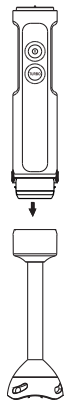

Рис. 1
- Насадку-блендер (1) используйте для приготовления соусов, майонеза, фруктовых пюре, детских смесей, смешивания разнообразных ингредиентов, для переработки фруктов и овощей, содержащих достаточное количество сока.
- Перед установкой насадки-блендера (1) убедитесь в том, что вилка шнура питания не вставлена в электрическую розетку.
- Вставьте насадку-блендер (1) в моторный блок до срабатывания фиксаторов (2), убедитесь в надёжной фиксации насадки (рис.1).
- Погрузите насадку-блендер (1) в ёмкость с продуктами, которые вы хотите измельчить/перемешать, можно поместить продукты в стакан (22).
**ВНИМАНИЕ!** При переработке продуктов держите моторный блок с насадкой-блендером (1) вертикально (рис. 1).
- Для включения нажмите и удерживайте кнопку (4) «☉». Используйте этот режим работы для смешивания жидких продуктов.
- При нажатии и удержании кнопки (4) «☉» Вы можете регулировать скорость вращения насадки поворотом регулятора (5). Используйте этот режим работы для переработки жидких и твёрдых продуктов.
- Для работы в режиме максимальной скорости нажмите и удерживайте кнопку (3) «TURBO».
**ВНИМАНИЕ!** При измельчении твёрдых овощей, например, моркови, нарежьте морковь на мелкие кусочки 15×15×15 мм и поместите их в стакан (22), при этом максимальный вес моркови не должен превышать 150 г, и добавьте 250 мл воды.
- Для выключения вращения насадки-блендера (1) отпустите кнопку (3 или 4).
- После завершения работы выньте вилку шнура питания из электрической розетки и снимите насадку-блендер (1), нажав на кнопки фиксатора (2) (рис. 1).